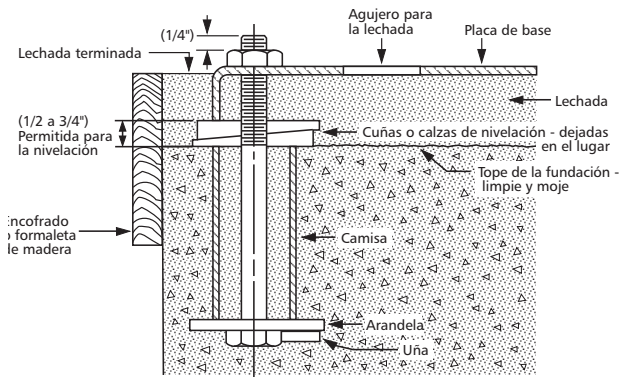

Figura 1
2.3.1. Se recomienda enlechar la plancha de asiento a un cemento con zapata sólida. Vea la Figura 1.